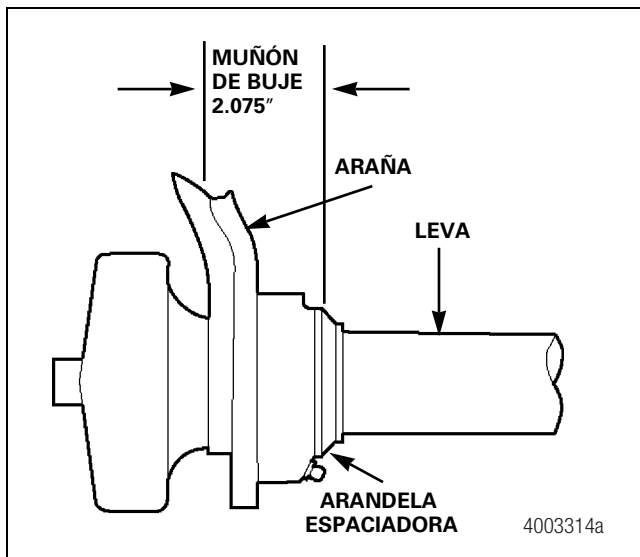

Figura 11.13
- Las levas con muñones tratados térmicamente se usan con bujes de casquillo de metal. Para compensar la diferencia de ancho entre el buje de leva y el muñón se usa una arandela espaciadora. Figura 11.13.